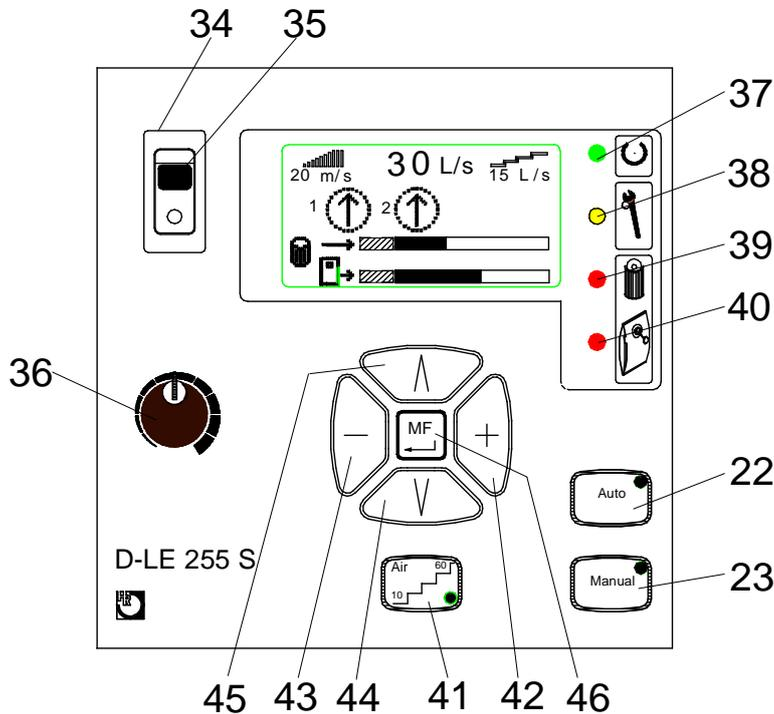

Abb. 6 Blende mit Bedienungselementen
3. Nach Einschalten des Gerätes (Hauptschalter (34) EIN) leuchtet die „Auto“-Taste grün, siehe Abb. 6 Seite 9.
Die Luftmenge wird entsprechend der Zahl der in Betrieb genommenen stauberzeugenden Geräte erhöht bzw. reduziert und ist unabhängig vom Verschmutzungsgrad des Filters. Die eingestellte Luftmenge bleibt dann durch die elektronische Regelung konstant, bis die Abschaltautomatik anspricht. Soll die Luftmenge nach Wunsch verändert werden, so ist die Taste (43) zum Reduzieren oder (42) zum Erhöhen der Luftmenge zu betätigen, siehe Abb. 6 Seite 9.
(siehe Abb.6 Seite 9)
(siehe Abb. 6, Seite 9)